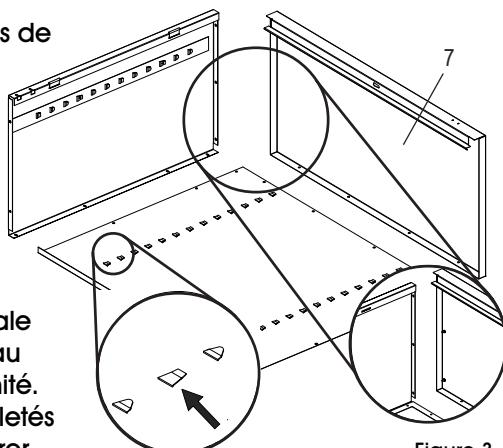

Figure 3
- Fixez le dessus de l'armoire (7) à l'unité en glissant la bride extérieure par-dessus l'arrière de l'unité et la bride latérale sur le panneau latéral de l'unité. Les goujons filetés doivent s'insérer dans les trous de la bride supérieure du côté et être fixés à l'aide de trois écrous. Fixez le panneau arrière au dessus de l'armoire à l'aide de quatre boulons et écrous. (Voir Figure 3)